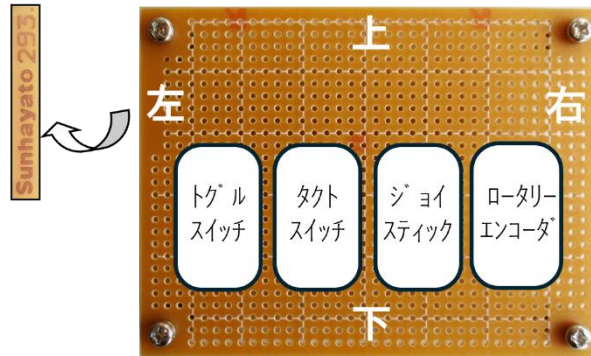

図 2 基板に対する方向・位置の基準
- カ 入力素子は図 2 に示すように、左から順にトグルスイッチ、タクトスイッチ、ジョイスティック、ロータリーエンコーダとすること。その他の部品は自由に配置して良い。なお、図 2 は部品の並び順を示すものであり、取付位置を指定するものではない。